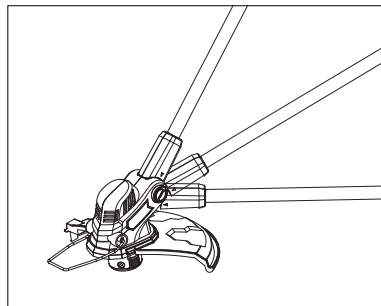

Fig. 16
Ajuste la inclinación del cabezal de corte (13) para adaptarla a la pendiente del terreno (Fig. 16).